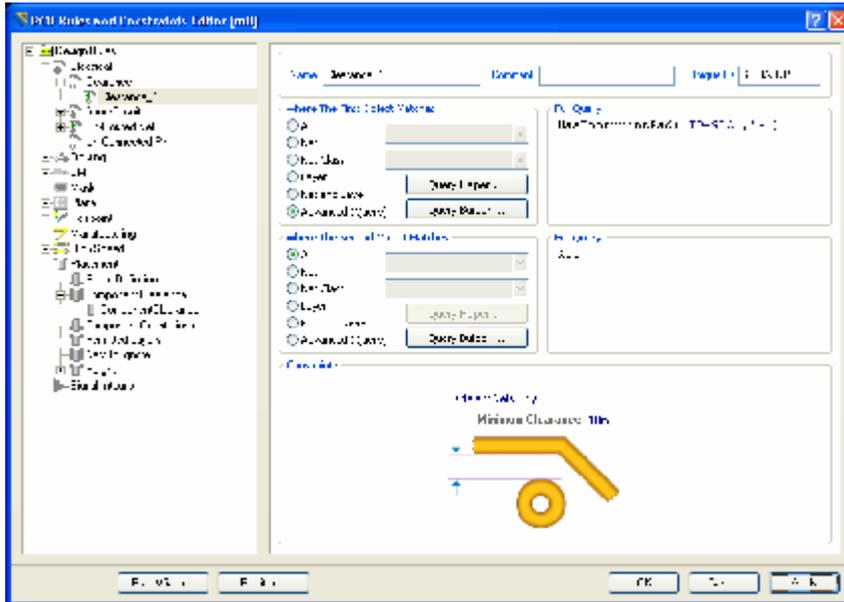

图 6-35 使用 PCB 规则系统规定参数编辑器对话框创建规则。恭喜，用户已经完成了 PCB 的布局布线，准备生成输出文件。
3. 点击 **Advanced (Query)**，再点击 **Query Helper** 从 **Memberships Checks** 去建立条件检索，或者也可以为第一个对象（图 6-35）在接下来的条件检索中打印进去。